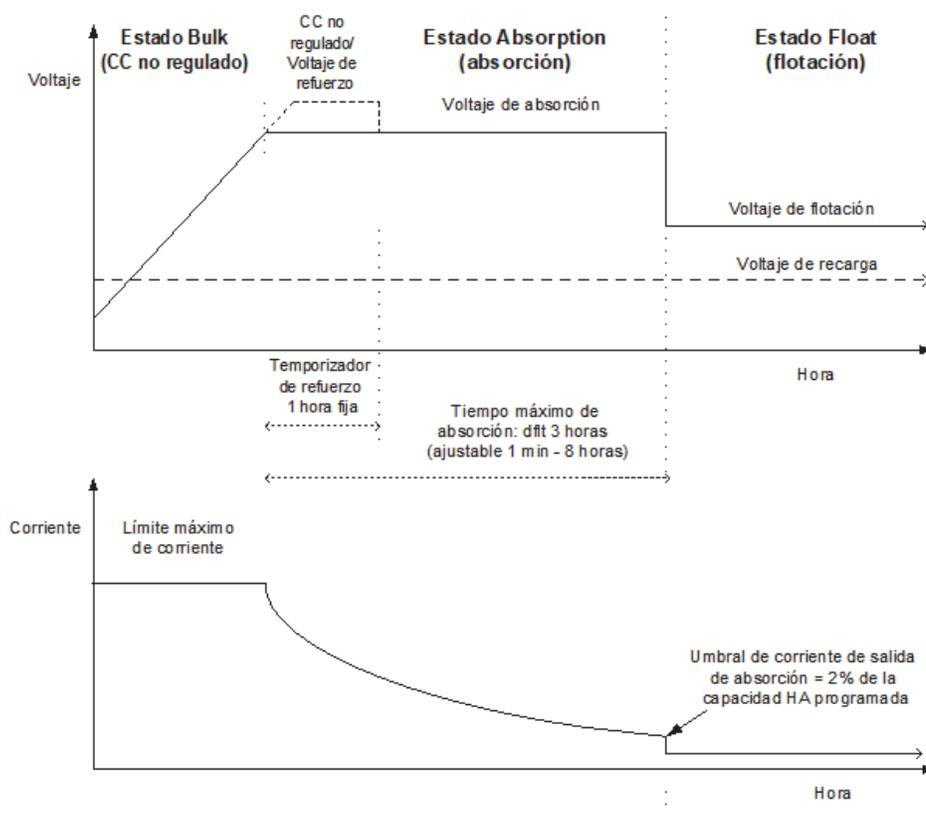
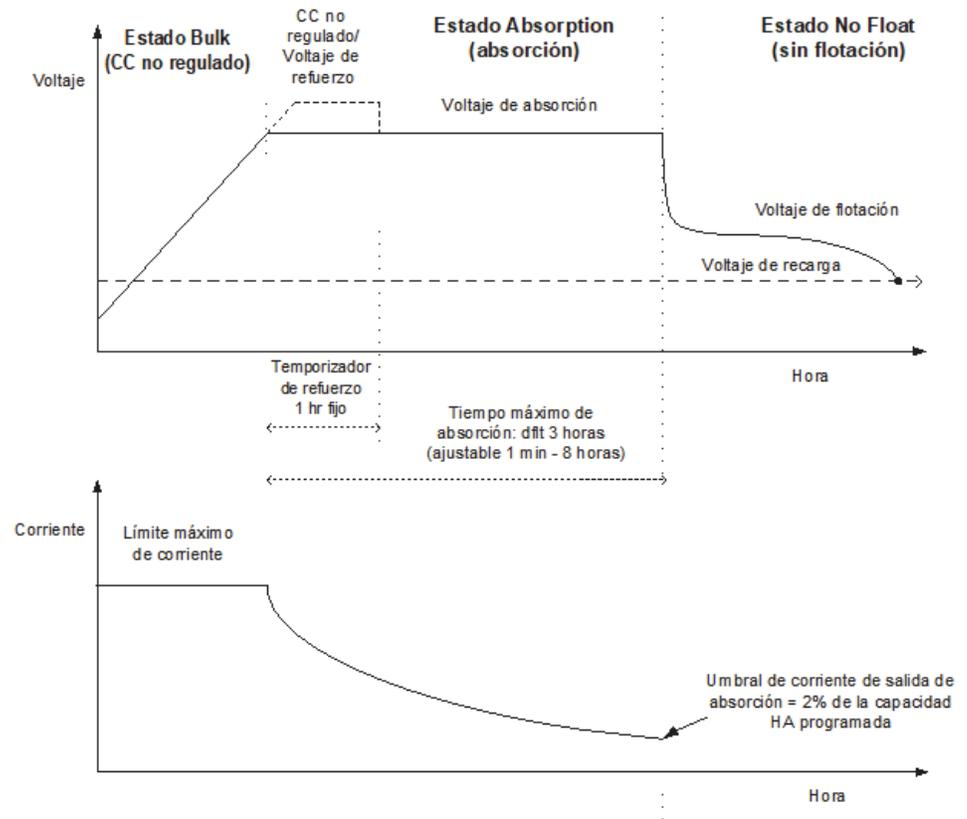

Figura 1-4 Ciclo de carga de baterías de tres etapas^a
Figura 1-5 Ciclo de carga de batería de dos etapas
El proceso de carga de tres etapas da como resultado una carga más eficiente comparada con el tipo de relevador de encendido-apagado o los reguladores de estado sólido de voltaje constante. La etapa de flotación final reduce la emisión de gases de la batería, minimiza la pérdida de electrolitos y garantiza la recarga completa de la batería. El voltaje y la corriente de la batería varían durante el proceso de carga de tres etapas como se muestra en la Figura 1-4.
a. Un ciclo de carga real para el sistema basado en PV que se usa mientras se está cargando, probablemente variará del ciclo representado en la Figura 1-4. Esto se debe a que una salida del sistema PV es limitada por la cantidad de energía solar disponible y también porque las cargas de CD afectarán la corriente de carga y el voltaje medido de la batería.
Nota: Esta nota corresponde a las Figura 1-4 y Figura 1-5.
El proceso de carga de dos etapas incluye las etapas del voltaje CD no regulado y absorción, pero utiliza una etapa “Sin flotación” en lugar de “Flotación”. La relación entre la corriente de carga y voltaje de la batería durante el proceso de carga de dos etapas se muestra en la Figura 1-5.